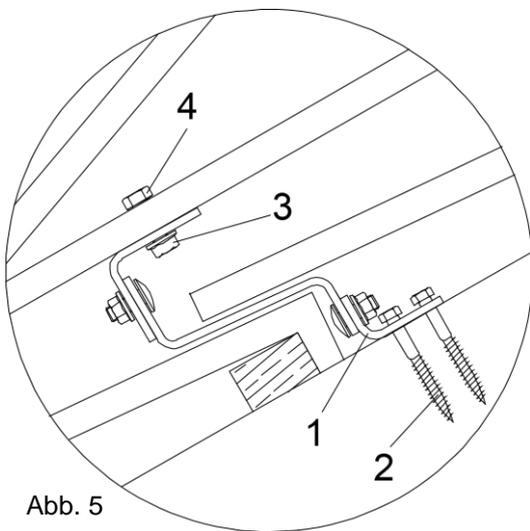

Abb. 5
4. Die jeweiligen Aufstellgarnituren (Zubehör, extra bestellen) sind mit Hilfe der Torband-Schrauben M8 (3) und den Sperrzahn-Muttern (4) jeweils vorne und hinten am Grundprofil an die Dachhaken (1) zu befestigen (Abb. 5 und 6).